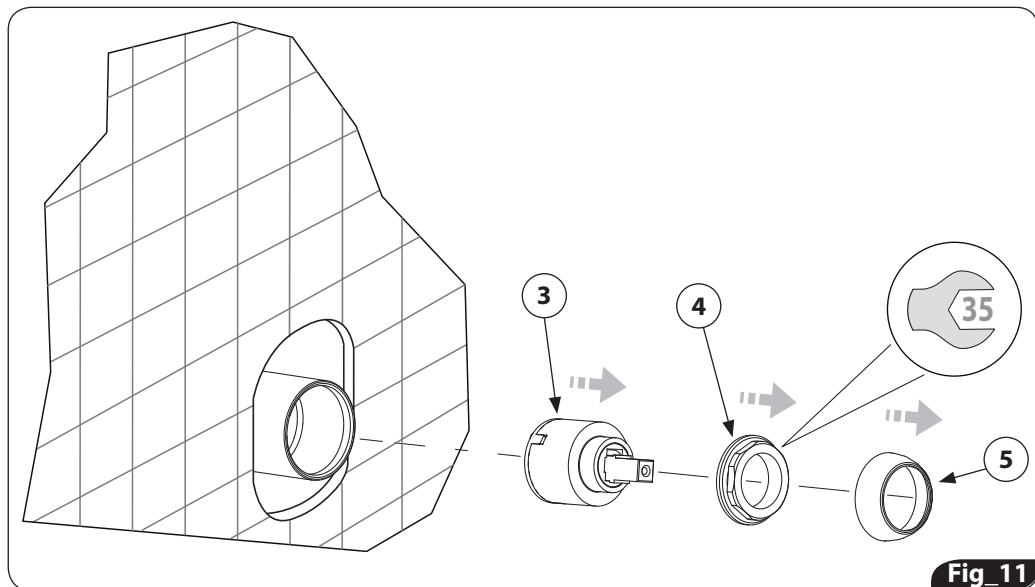

Fig 11
3. Svitare la ghiera di copertura (5) e la ghiera (4). È consigliabile proteggere il contatto tra la chiave operatrice e le ghiera. (fig. 11)
4. Sfilare la cartuccia miscelatore (3):
3. Unscrew the cover threaded bush (5) and the threaded ring (4). It is recommended to protect the contact between the operating wrench and the threaded bush and the threaded ring. (fig. 11)
4. Extract the mixing cartridge (3):
- 3. Die Abdeckung Gewindebuchse (5) und den Gewinding (4) abschrauben. Es wird empfohlen, den Kontakt zwischen dem Betätigungsschlüssel und der Gewindebuchse und dem Gewinding zu schützen. (Abb. 11)
- 4. Die Mischkartusche (3) herausziehen: